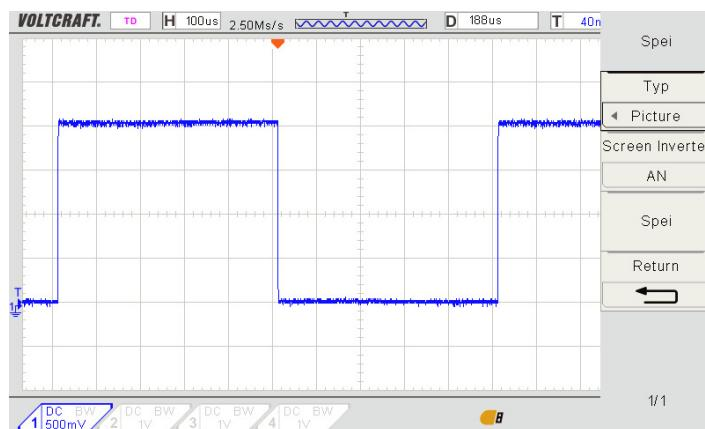

Abb. 4.1: Darstellung einer Periode
**Schlussfolgerung** Die Welle ist nach den Vorgaben eingestellt und wird in Abbildung 4.1 dargestellt.